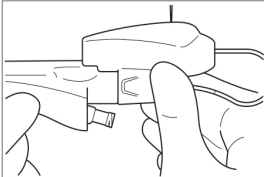
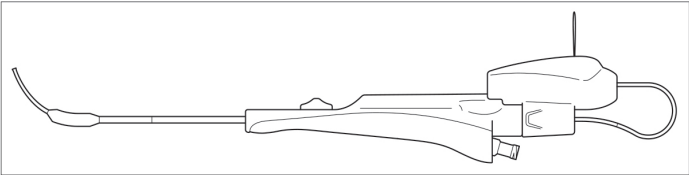

Figura 3
Figura 4
3. Conecte la carcasa del LED Light Fiber al accesorio estriado del dispositivo XprESS (figura 3). Alinee la punta distal de la fibra con el extremo distal del XprESS (figura 4).